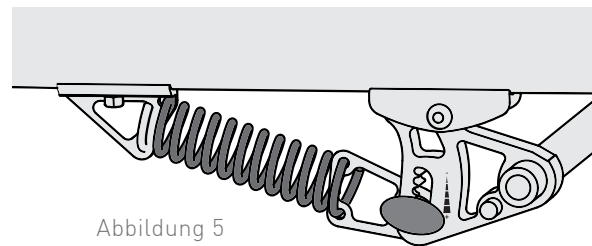

Abbildung 5
1. Es gibt fünf Einstellpunkte (Abbildung 5). Drehen Sie den Einstellknopf, um die Federung einzustellen. Obere Stellung für leichteste Ladungen, untere Stellung für schwerste Ladungen. Der Anhänger ist nur zu benutzen, wenn die linke und rechte Federung gleich eingestellt sind.